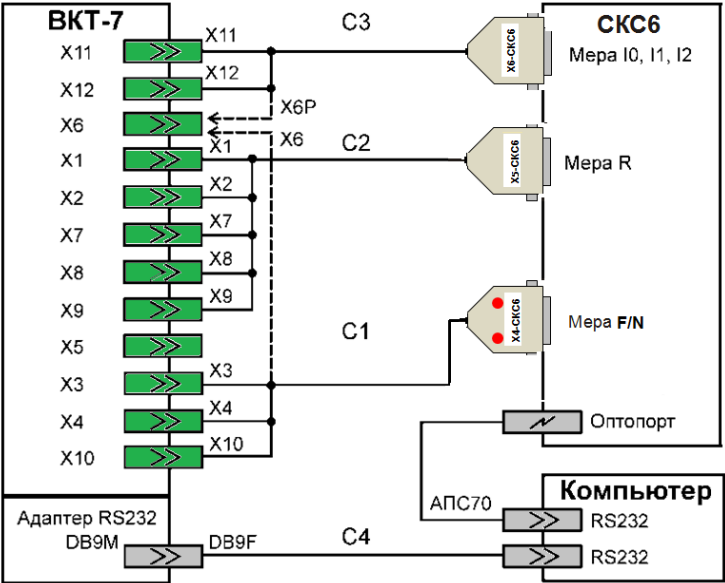

Рисунок 8.1 – Схема поверки
8.4.3 Соберите схему поверки в соответствии с Рис. 8.1